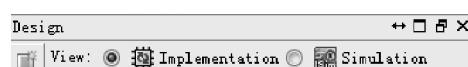
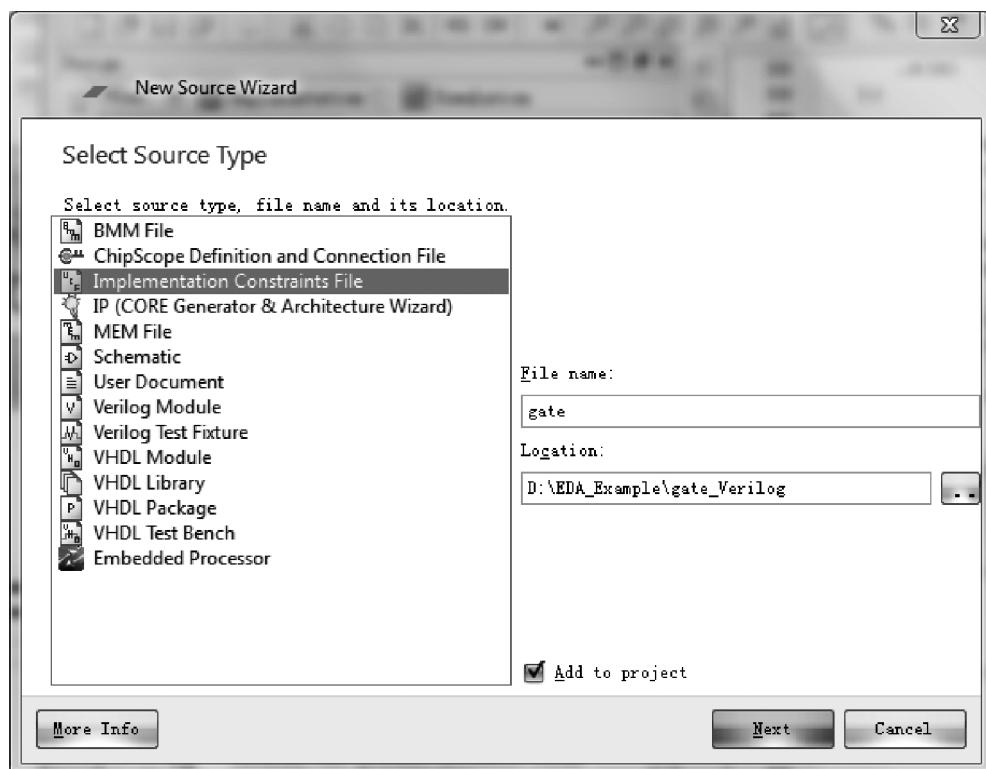

图 3.46 View 面板
图 3.47 新建.UCF 文件
- (1) 如图 3.46 所示,在 Design 面板下,将单选按钮,从 Simulation 切换到 Implementation。
- (2) 在 Hierarchy 窗口下,选择器件名字 xc6slx16-3csg324。单击右键,出现浮动菜单。选择 New Source。
- (3) 如图 3.47 所示,出现 New Source Wizard-Select Source Type 界面。在该界面内按如下参数设置:①选择源文件类型:Implementation Constraints File;②File name: gate。